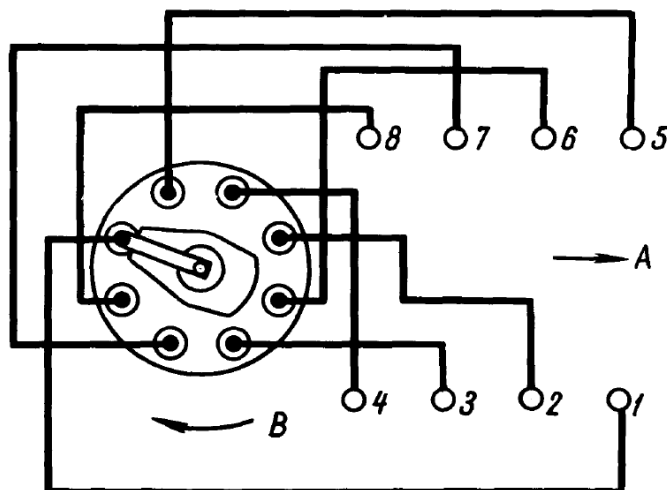

Рис.37. Подсоединение проводов от распределителя к свечам:
8. Установить крышку и подсоединить провода высокого напряжения от свечей в порядке 1-5-4-2-6-3-7-8, как указано на рис.37.